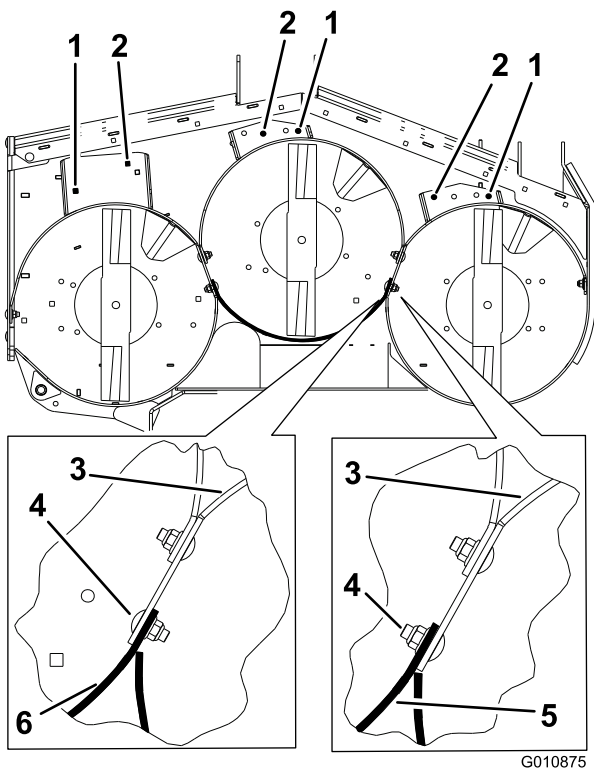
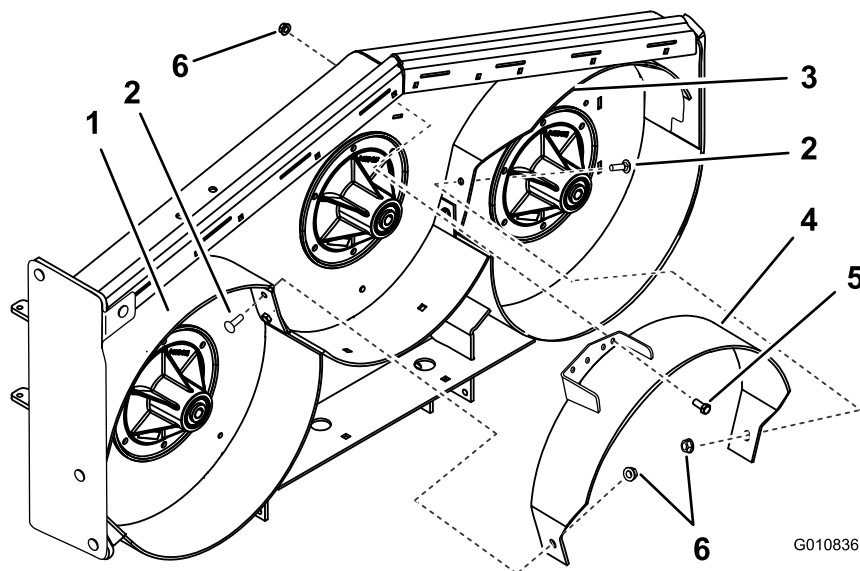

Figure 10
Figure 11
- Fixez (sans serrer) le déflecteur droit au sommet du tablier de coupe avec 1 boulon de carrosserie (3/8 x 1") et 1 écrou à (grande) embase (3/8") (Figure 9). Reportez-vous à la Figure 10 pour les trous à utiliser et la position correcte des déflecteurs.
- Fixez (sans serrer) le déflecteur gauche au sommet du tablier de coupe avec 1 boulon (3/8 x 1") et 1 écrou à (petite) embase (3/8") (Figure 9). Reportez-vous à la Figure 10 pour les trous à utiliser et la position correcte des déflecteurs.
10. Fixez (sans serrer) le déflecteur central au déflecteur gauche avec 1 boulon de carrosserie (3/8 x 1") et 1 écrou à (petite) embase (3/8") (Figure 11). Reportez-vous à la Figure 10 pour les trous à utiliser et la position correcte des déflecteurs.
11. Fixez (sans serrer) le déflecteur central au déflecteur droit avec 1 boulon de carrosserie (3/8 x 1") et 1 écrou à (petite) embase (3/8") (Figure 11).
12. Fixez (sans serrer) le déflecteur central au sommet du tablier de coupe avec 1 boulon (3/8 x 1") et 1 écrou à (petite) embase (3/8") (Figure 11).